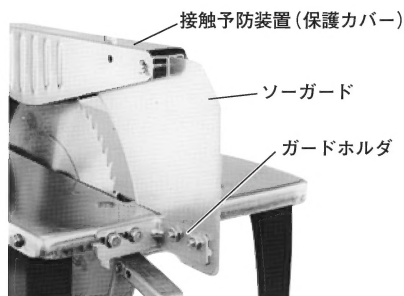

図 6
- (2) ソーガードがのこ刃と一直線上になるように、ガードホルダをテーブル後端に取付けます。(図6)